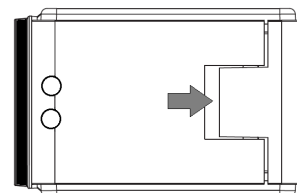

Figura 1 - Picture 1
- Per accedere al vano batterie, fare leva con il dito sul gancio di tenuta del coperchio come indicato nella figura 1.